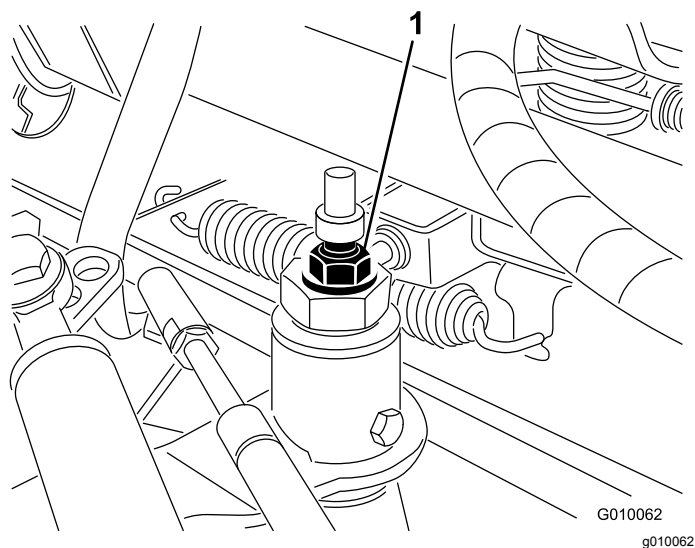

図 55
- トラクション調整カムのロックナットをゆるめる (図 55)。